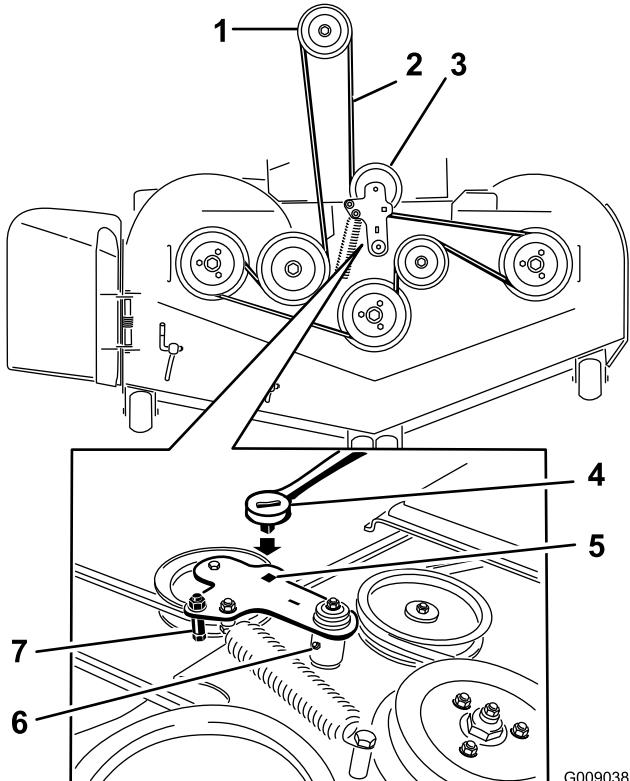

Figura 56
5. Inserite un cricchetto nel foro quadrato del braccio di rinvio per allentare la molla del tenditore (Figura 56).
- Togliete il guidacinghia dal braccio di rinvio a molla mostrato in Figura 56.
- Montate la nuova cinghia attorno alle pulegge del tosaerba e alla puleggia della frizione, sotto il motore (Figura 56).
- Montate il guidacinghia sul braccio di rinvio mostrato in Figura 56.
- Con il cricchetto nel foro quadrato, montate la molla del tenditore (Figura 56).